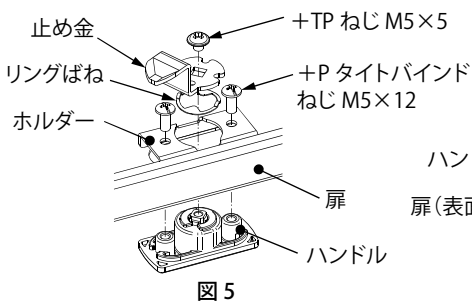

図 5
1. リングばねはハンドルと止め金との間に入れてください。(図 5)